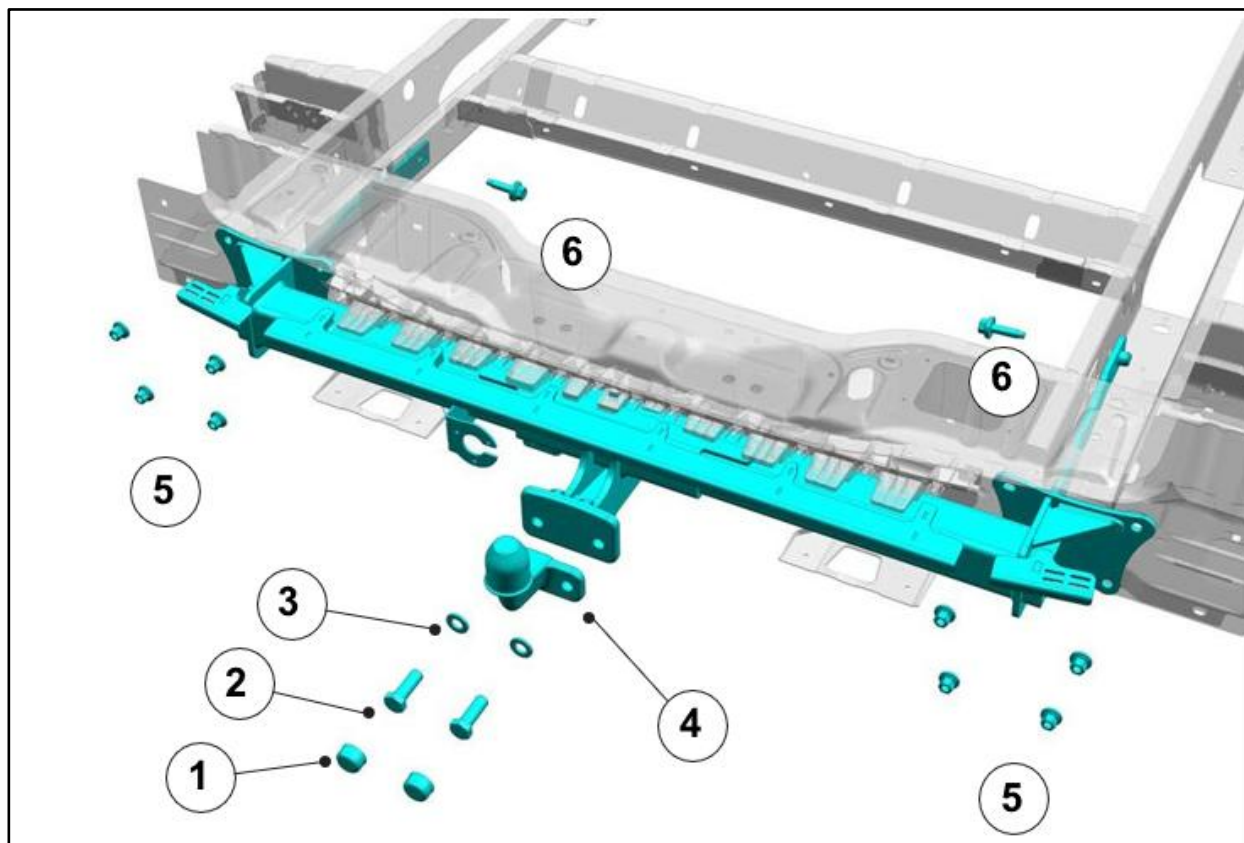

Fig. 3: Installazione del gancio a testa sferica fisso
- Per il fissaggio del gancio a testa sferica, vedere le figure 3 e 4 in basso, Gancio a testa sferica Transporter Furgone, Caravelle e Kombi